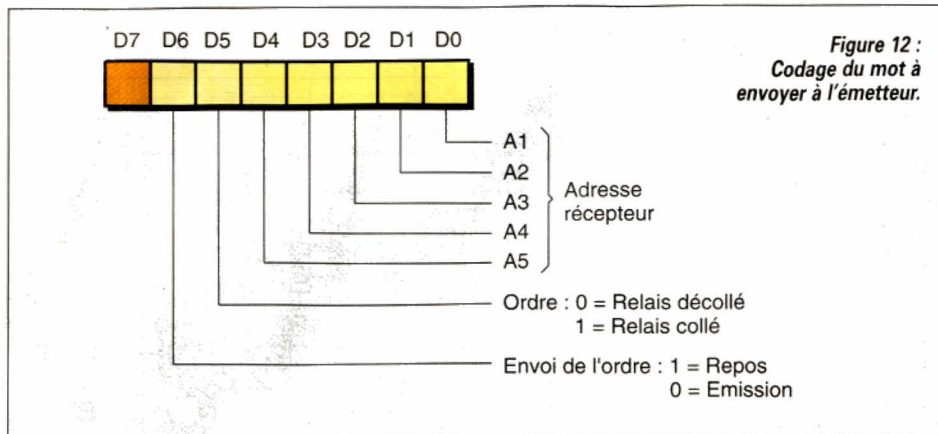

Figure 12 :
- Envoi de l'ordre par écriture dans le registre de données du mot dont le principe de codage est indiqué figure 12. Les cinq bits de poids faible constituent l'adresse du récepteur destinataire, le bit D5 est à mettre à 1 pour faire coller le relais et à 0 pour le faire décoller et le bit D6 est à mettre à 0 pour envoyer l'ordre.